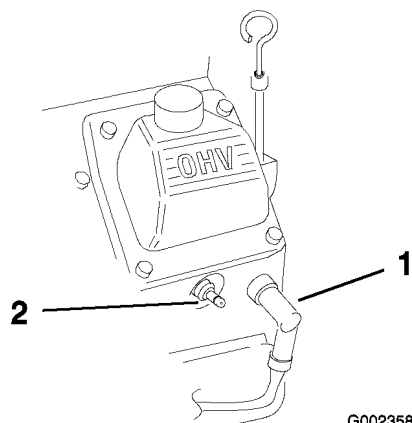

Figure 38
3. Débranchez les bougies (Figure 38).